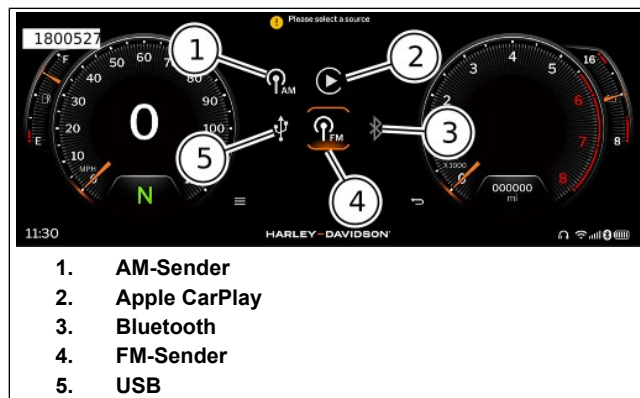

Abbildung 93. Quelle auswählen
Siehe Abbildung 93. Die gewünschte Medienquelle durch Drücken der OK/Eingabe-Taste (5) am LHCM oder Antippen des Symbols auf dem Bildschirm auswählen.